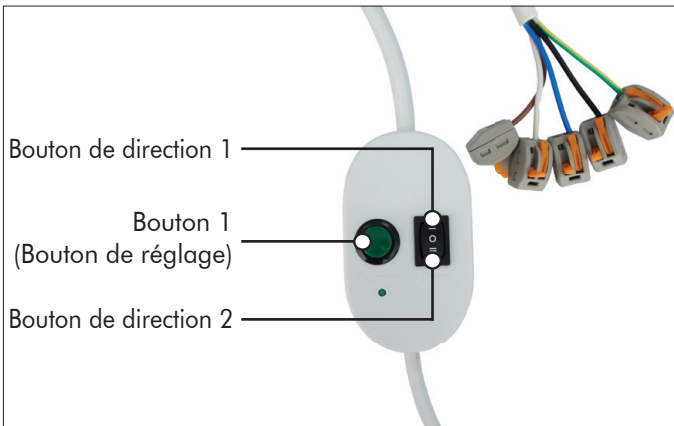

Fig. 2 Interrupteur de maintenance
3. Activez le moteur vers le HAUT à l'aide de l'interrupteur de maintenance. Lorsque le moteur est en marche, appuyez sur le bouton de réglage vert (bouton 1, fig. 2) et maintenez-le enfoncé jusqu'à ce que la position finale haute souhaitée soit atteinte. Lâchez le bouton vert pour confirmer la fin de course.
4. Activez ensuite le moteur vers le BAS à l'aide de l'interrupteur de maintenance. Lorsque le moteur est en marche, appuyez sur le bouton de réglage vert (bouton 1, fig. 2) et maintenez-le enfoncé jusqu'à ce que la position finale basse souhaitée soit atteinte. Lâchez le bouton vert pour confirmer la fin de course.